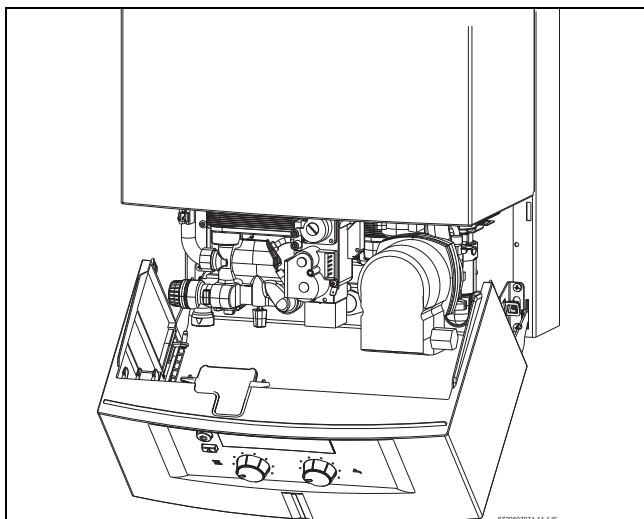

Fig. 29 Poziția de service pentru reglarea gazului
- ▶ Se rabate în jos panoul de comanda în poziția de service. (vezi Fig. 29).
- ▶ Se rabate în jos panoul de control în poziția de service (vezi Fig. 29).